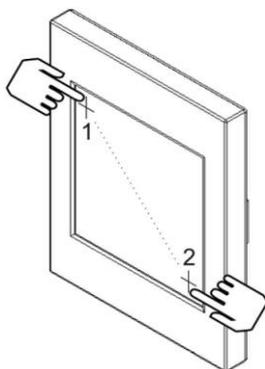

Figure 1.3. Calibrage du Z38i
A la sortie d'usine, après avoir connecté l'écran sur le BUS KNX et avant de réaliser une programmation, s'affichera l'écran de calibration. Une fois calibré (voir les étapes à suivre sur la figure 1.3), apparaîtra dans l'en-tête "Z38i 2.2", dans lequel sera indiqué la version de l'application installée, dans ce cas, la version 2.2. L'appui sur le bouton MENU donnera accès à la page Configuration dans laquelle sont activées les cases 1, 4 et 5. Un appui court sur le bouton de droite de la case 1 (PROG LED), l'écran pourra être mis en mode programmation, sans avoir besoin d'appuyer physiquement sur le bouton de programmation (2).
Après avoir effectué un téléchargement sur l'écran depuis ETS, il faudra la **calibrer**. Ce calibrage est réalisé en appuyant sur les coins supérieurs gauche et inférieur droite de l'écran, dans cet ordre (voir Figure 1.3). Ce calibrage sera maintenu même s'il se produit une chute de tension sur le BUS KNX. Par contre, à chaque fois que se réalisera une programmation, l'écran devra de nouveau être calibré.